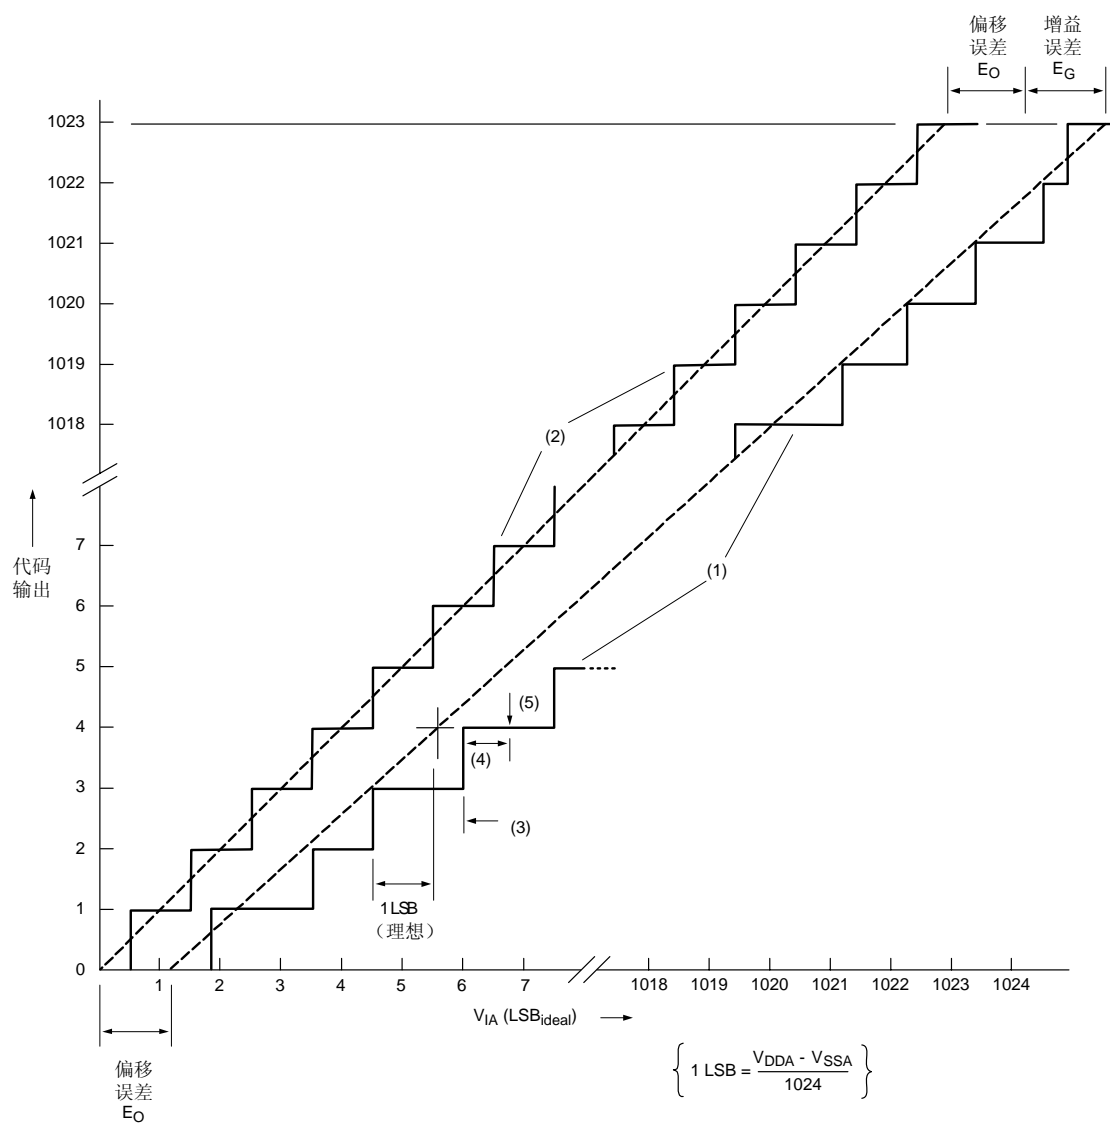

图5 A/D 转换特性
- [3] 微分线性误差 (E_D) 是指实际步距长度与理想步距长度的差异。见图 5。
- [4] 积分非线性 ($E_{L(adj)}$) 是指实际转换曲线步距中点和增益和偏移误差经适当调节后所得理想转换曲线的峰值的差异。见图 5。
- [5] 偏移误差 (E_O) 是实际转换曲线所得直线与理想转换曲线所得直线的绝对误差。见图 5。
- [6] 增益误差 (E_G) 是指消除偏移误差后实际传输曲线所得直线与理想传输曲线所得直线之间的相对误差，用百分数表示。见图 5。
- [7] 绝对电压误差 (E_T) 是指未经校准的 A/D 转换实际传输曲线的步距中心与理想曲线的最大偏差。见图 5。